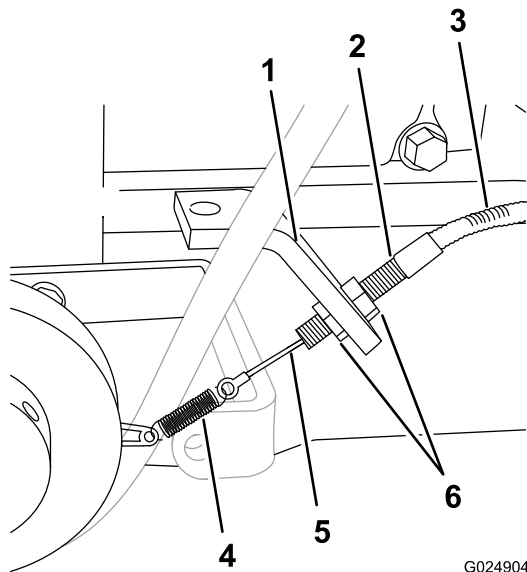

Figura 25
2. Afloje las 2 contratuercas que sujetan el tensor del cable del embrague al soporte del embrague, y gire las tuercas a los extremos de la rosca del tensor (Figura 25).
3. Sujete el tensor con una mano y levante un poco la camisa del cable (Figura 25).
4. Manteniendo la tensión en el cable, utilice la otra mano para girar las contratuercas hasta que estén apretadas contra el soporte del embrague (Figura 25).
5. Apriete las contratuercas para sujetar el tensor al soporte (Figura 25).
A. Afloje un poco las 2 contratuercas (Figura 25).
- B. Gire las contratuercas en sentido horario para aumentar la tensión del cable, o en sentido antihorario para reducir la tensión (Figura 25).
- C. Apriete las contratuercas para sujetar el tensor al soporte del embrague (Figura 25).